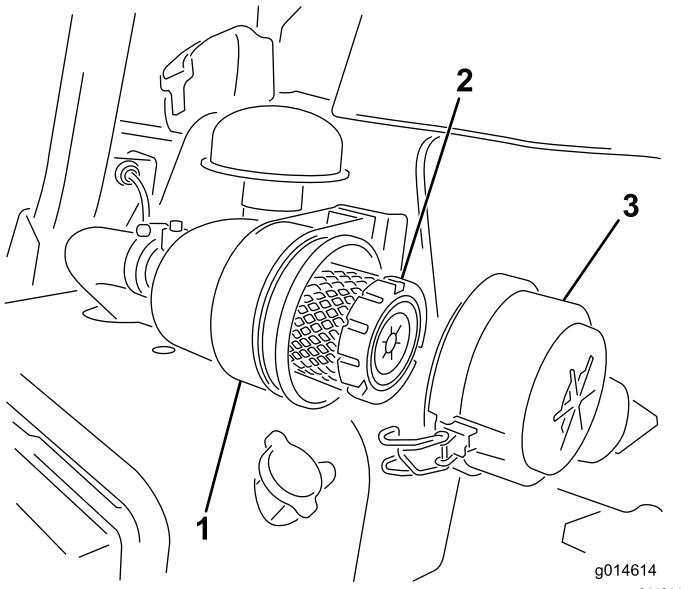

図45
1. エアクリーナのカバーをボディーに固定しているラッチを外す(図45)。
6. ラッチをしっかりと掛ける図 45。